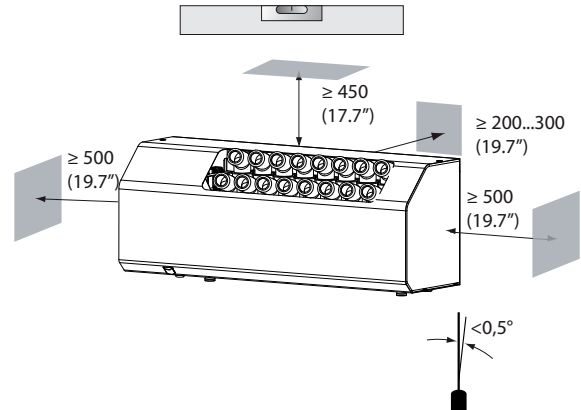

Fig. 1.b
- Den Befeuchter horizontal ansetzen (eine Wasserwaage verwenden!). Dabei den erforderlichen Mindestabstand für die Luftzufuhr und für die Ausführung von Wartungsarbeiten einhalten (siehe Fig. 1.b).